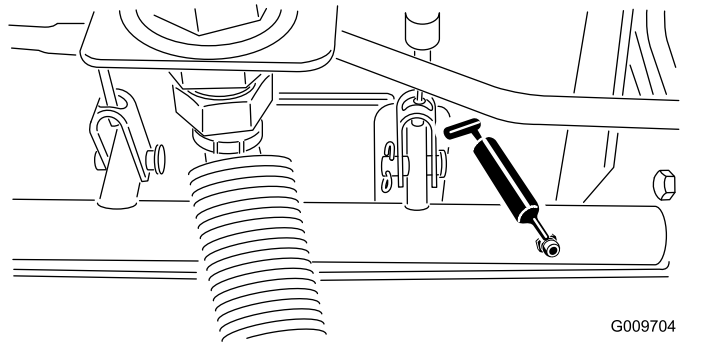

Figura 47
- Cojinetes del pivote del eje de freno (5) (Figura 47)